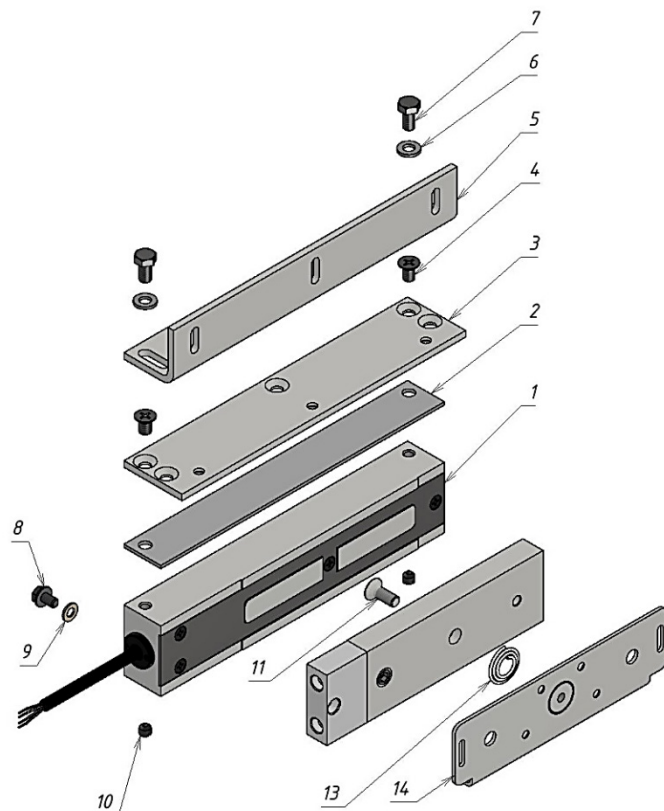
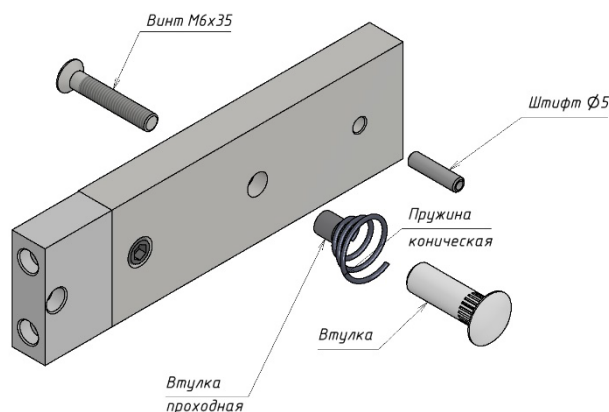

Рисунок 1 – Комплект поставки
Рисунок 2 - Комплект крепления якоря
4.1 В комплект поставки замка входят (рисунок 1):
- корпус (1).....1 шт.
- планка (2).....1 шт.
- пластина монтажная (3).....1 шт.
- винт М6х10 потайн. (4).....2 шт.
- угольник (5).....1 шт.
- шайба 6 (6).....2 шт.
- болт М6х12 (7).....2 шт.
- винт заземления М5х8 (8).....1 шт.
- шайба 5 (латунь) (9).....2 шт.
- винт-заглушка М6х6 (10).....2 шт.
- винт М6х16 (потайн.) под ключ S4 (11).....1 шт.
- якорь (12).....1 шт.
- пружина коническая (13) (из комплекта крепления якоря).....1 шт.
- пластина крепления якоря (14).....1 шт.
- комплект крепления якоря (рисунок 2).....1 шт.
Замок состоит из корпусной части и якорной части (рисунок 1). Для обеспечения эксплуатационных характеристик рабочие поверхности корпуса и якоря должны быть совмещены и плотно прилегать друг к другу при закрывании двери.
Корпус замка может крепиться при помощи угольника (5) или через монтажную пластину (3) (рисунок 1). Если позволяет конструкция места монтажа, допускается крепление непосредственно через крепежные отверстия в корпусе замка (резьба М6), длина винтов в этом случае определяется по месту, при этом в тело корпуса винты должны входить не более чем на 8мм.
- с помощью комплекта крепления якоря с отверстиями в двери для винта крепления якоря и фиксирующего штифта (рисунок 2);
- без отверстий в двери, с помощью монтажной пластины крепления якоря (12) (рисунок 1).